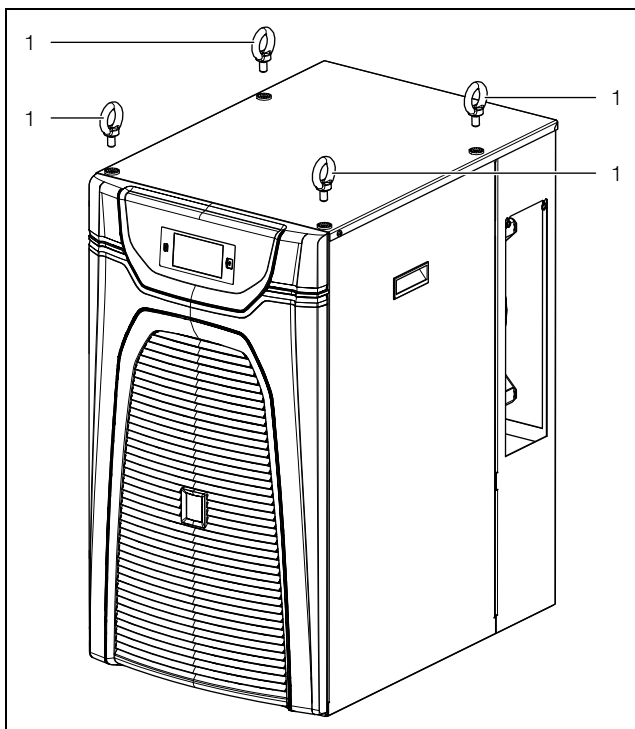

Imagen 7: Perno para transporte (3320200)
- Transporte el chiller únicamente sobre el palé suministrado o mediante el perno previsto para ello (imagen 7, pos. 1).